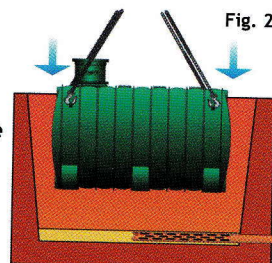

Fig. 2
- Accertata l'integrità del serbatoio, movimentarlo vuoto (fig. 2), utilizzando gli appositi golfari, se presenti, o utilizzando una braga da passare nelle scanalature del manufatto.